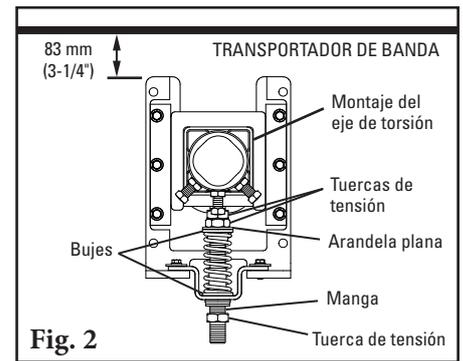

Fig. 2
- 5. Reemplace la manga.** Coloque la manga sobre la barra de ajuste y gírela hasta que llegue a la mitad del buje. Reemplace la tuerca de tensión inferior y apriete hasta que bloquee la manga en su lugar (Fig. 2).